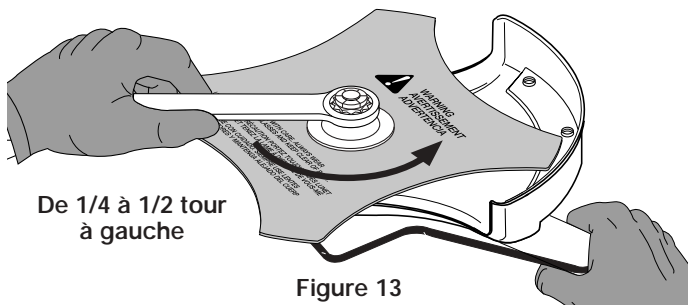

Figure 13
- Si vous n'avez pas de clé dynamométrique, utilisez une clé fermée ou à douille de 5/8 po et tournez l'écrou jusqu'à ce que la retenue soit bien ajustée contre la bague de l'arbre. Assurez-vous que la lame est bien mise, puis donnez à l'écrou entre 1/4 et 1/2 tour supplémentaire à gauche (Fig. 13).